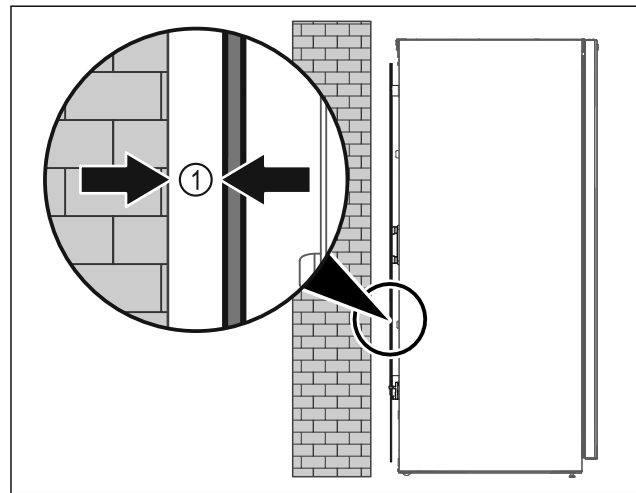

Fig. 5
- ▶ Gerät entweder frei im Raum oder direkt an einer Wand mit einem Mindestabstand von 5 mm Fig. 5 (1) aufstellen.